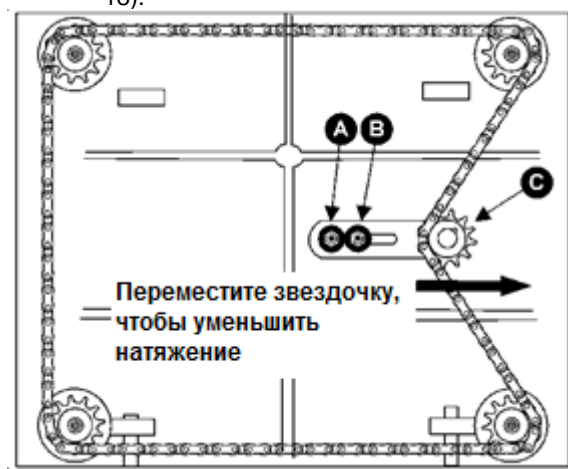

Рис. 18
2. Открутите болты, которыми станок прикручен к основанию. Переверните станок на боковую сторону, чтобы видеть нижнюю поверхность станка (см. Рис. 18).
3. Открутите болт (А, см. Рис. 18) и ослабьте болт (В, см. Рис. 18), которые позволяют переместить регулируемую звездочку (С, см. Рис. 18) достаточно, чтобы ослабить натяжение цепи.
6. Когда все регулировки выставлены правильно, поместите цепь обратно на угловые звездочки, переместите звездочку (С, см. Рис. 18) обратно, чтобы натянуть цепь, затяните болт (В, см. Рис. 18), а также вкрутите и затяните болт (А, см. Рис. 18).